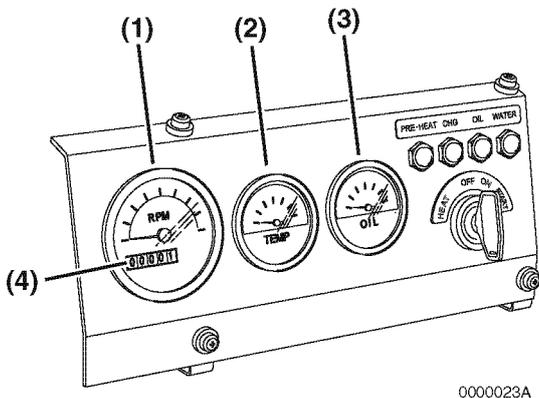
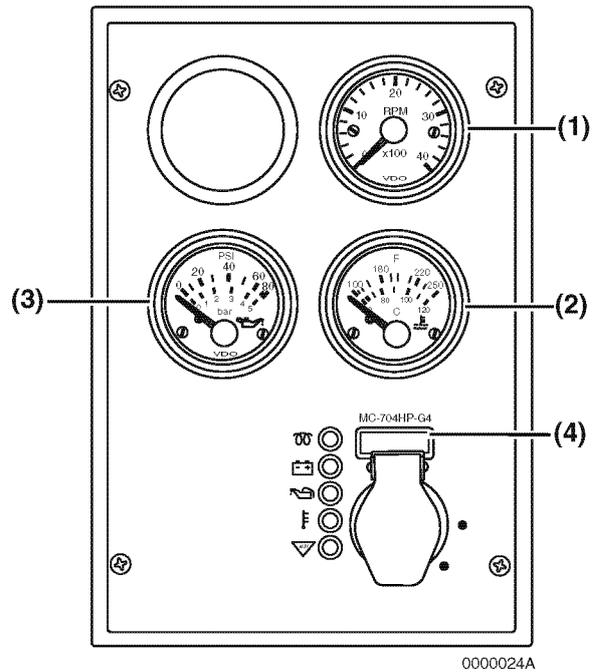

Abbildung 7
Abbildung 8
Drehzahlmesser - Die Anzeige des Drehzahlmessers (**Abbildung 7, (1)**) oder (**Abbildung 8, (1)**) gibt die Motordrehzahl in Umdrehungen pro Minute (U/min) wieder.
Kühlmitteltemperatur - Die Anzeige der Kühlmitteltemperatur (**Abbildung 7, (2)**) oder (**Abbildung 8, (2)**) zeigt die Temperatur des Motorkühlmittels an.
Öldruck - Die Öldruckanzeige (**Abbildung 7, (3)**) oder (**Abbildung 8, (3)**) zeigt den Druck des Motoröls an.
Betriebsstundenzähler - Die Anzeige des Betriebsstundenzählers (**Abbildung 7, (4)**) oder (**Abbildung 8, (4)**) zeigt die Gesamtbetriebsstunden des Motors an. Dieser Wert ist wichtig für die Planung der *Regelmäßige Wartung - Abläufe auf Seite 72*.